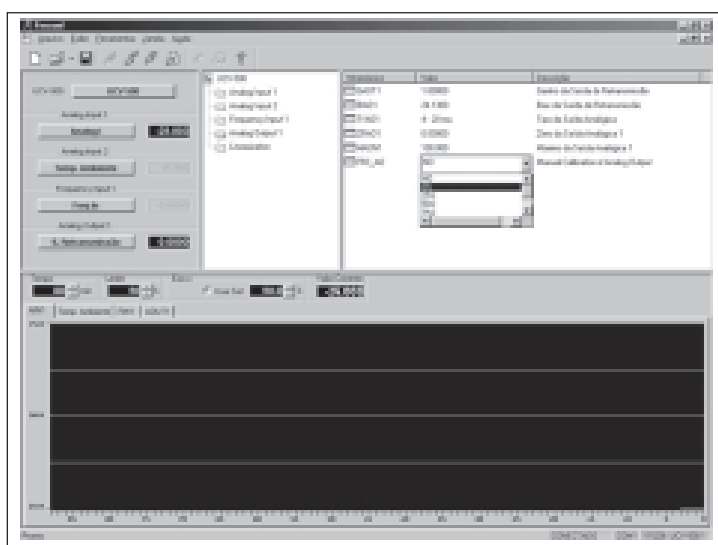

Figura IV.1 – Configuração da saída Analógica (4-20mA)
- 3) Agora na pasta *Analog Output 1* escolha o parâmetro FRC_AO como sendo 0% (ver Figura IV.1). Se necessário, ajustar o *bias* para que a indicação da saída analógica vista no instrumento de medição seja de 4mA.